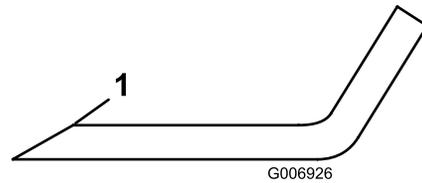

Bild 61
3. Untersuchen Sie die Schnittkanten aller Messer. Schärpen Sie alle stumpfen und ausgekerbten Schnittkanten. Schärpen Sie nur die Oberseite der Schnittkanten und behalten dabei den ursprünglichen Schnittwinkel bei, um die Schärfe des Messers zu gewährleisten (**Bild 61**). Das Schnittmesser behält seine Auswuchtung bei,